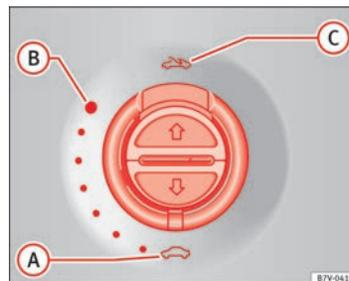

Fig. 57 En el revestimiento interior del techo: gire el conmutador para abrir y cerrar.
⇒ fig. 57
- El conmutador ⇒ fig. 57 ① debe estar en la posición de "cerrado" (A).